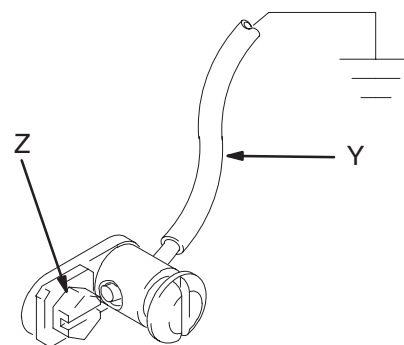

Fig. 1
1. *King-pumpar:* använd jordledning och klämma. Se Fig. 1. Lossa jordskruven (Z) och trä den genom öglan i änden på jordledningen (Y). Skruva tillbaka skruven och dra åt ordentligt. Anslut andra änden på ledningen till en god jordpunkt. Beställningsnummer för jordkabel med klämma är 222011